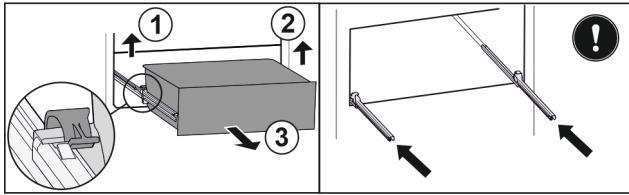

Fig. 144
- ▶ Sollevare il morsetto sinistro e allo stesso tempo tirare in avanti il cassetto sinistro. Fig. 144 (1)
- ▶ Sollevare il morsetto destro e allo stesso tempo tirare in avanti il cassetto destro. Fig. 144 (2)
- ▶ Rimuovere il cassetto tirandolo in avanti. Fig. 144 (3)